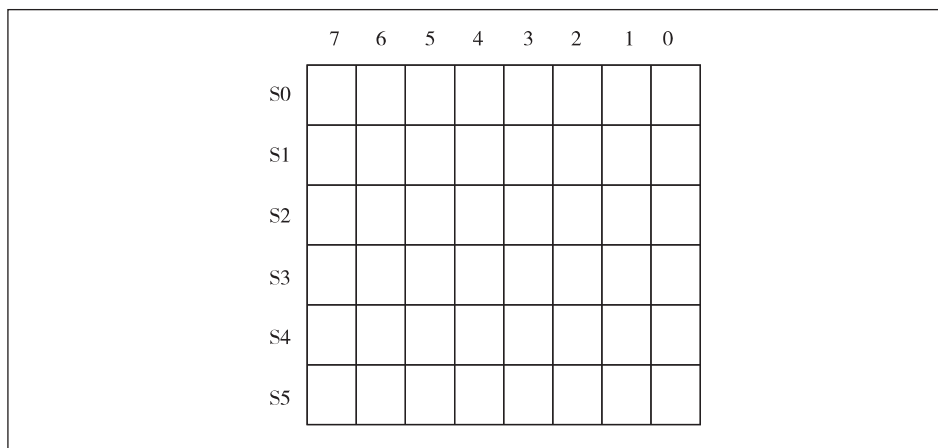

图 9.2.2
(9) 功能指令运算结果寄存器 (S0 ~ S5)。(见图 9.2.2)